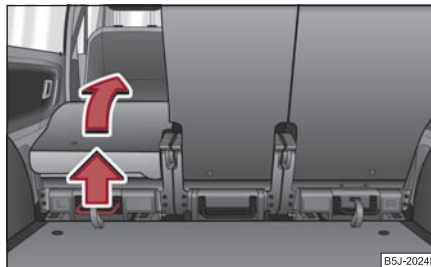

Fig. 67 Rabatarea completă a scaunului
- Trageți maneta ⇒ pagina 68, fig. 67 în sus și rabatați scaunul complet în față.